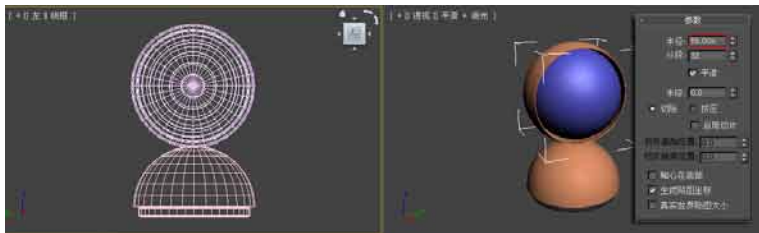

图3.23 创建球体
- 14 单击 **球体** 按钮，在左视图中再创建一个球体，设置其半径为50cm，并命名为“内灯罩”，如图3.23所示。